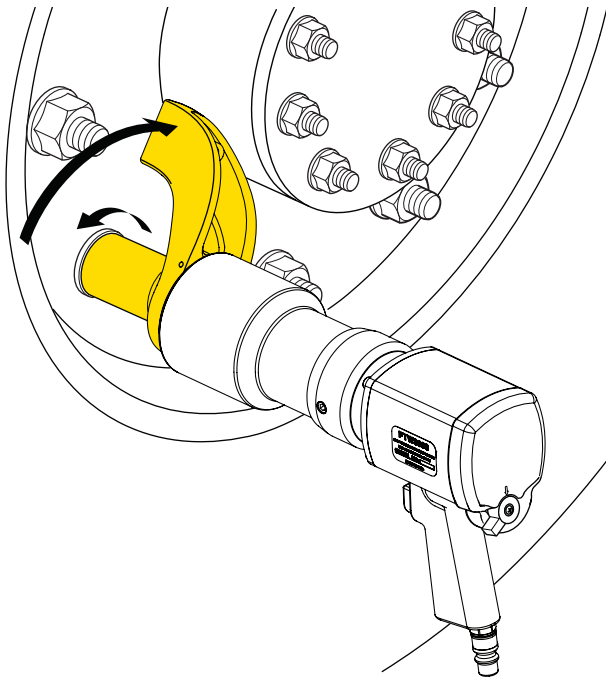

Fig. 9
10. Afb. 9 laat de positie van de reactiearm zien wanneer de vierkantaandrijving linksom draait.
12. Ga als volgt te werk om een bout of moer vast te draaien (of de momentsleutel linksom te draaien): zorg dat het hendeltje in de "R"-stand staat en dat de positie van de reactiearm overeenkomt met fig. 9. Druk vervolgens de trekker helemaal in en houd de trekker ingedrukt tot de bout of moer loskomt.